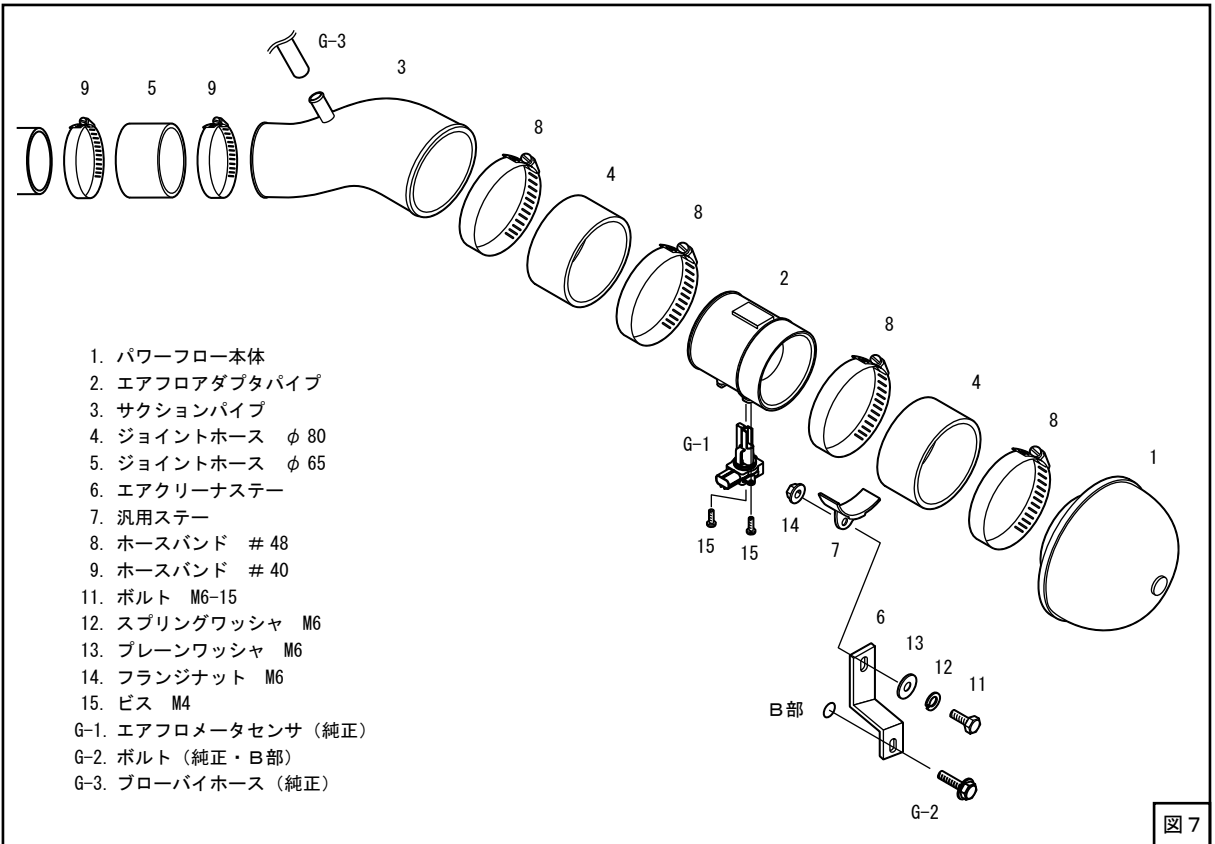
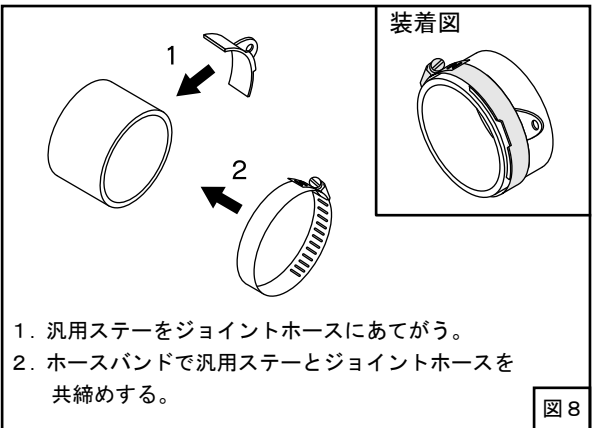

図7
図8
- (1) エアフロメータセンサのOリング(純正)がエアフロアダプタパイプに噛み込まないようにしながら図5の位置に行くことを確認し、キットパーツのM4ビスを使用して取付けてください。この時ビスを締めすぎないようにしてください。(締付けトルク 2.0 ~ 3.0N・m{0.2 ~ 0.3kg・m}) (図5、図7)
- (2) 純正ボルトを使用してエアクリーナステーをB部に仮付けしてください。(図6、図7)
(3) キットパーツを仮付けしてください。(図7、図8)